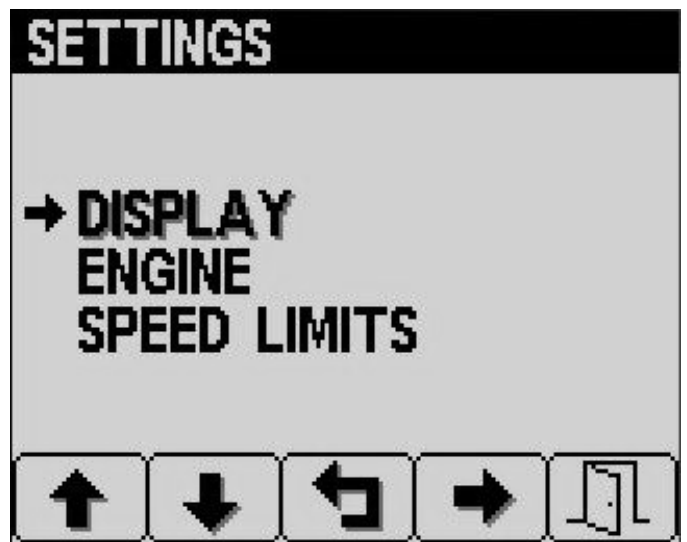

Bild 12
3. Drücken Sie auf dem Bildschirm „Einstellungen“ Taste 4, um „Display“ auszuwählen (Bild 12).